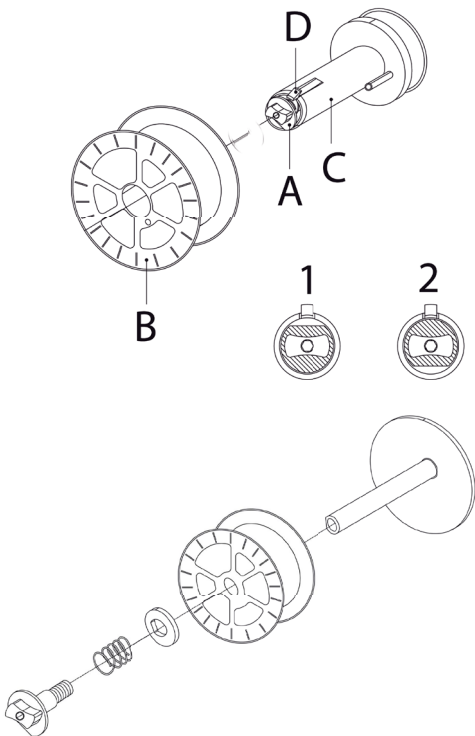

Abbildung 4
- Seitliche Abdeckung des Spulenfachs öffnen. Die Mutter (A) der Haspel bis in Position 1 (Bremstrommel) abdrehen. Beim Auswechseln die leere Zündspule herausnehmen, dazu den Sperrstift herunterdrücken(D). (Abb.4)
- Hülle um die Spule entfernen und auf die Haspel setzen. Schließlich die Mutter (A) wieder anbringen und um 180° drehen (Position 2).